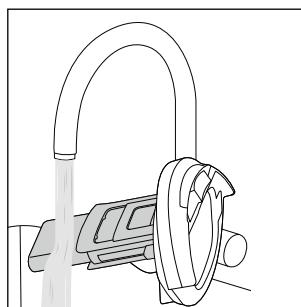

Fig. 25
- ◆ Enjuague el filtro **10**, el flotador **3** y la tapa del depósito de agua sucia **9** bajo el agua corriente caliente (consulte la fig. 25). En caso necesario, utilice un producto de limpieza suave.